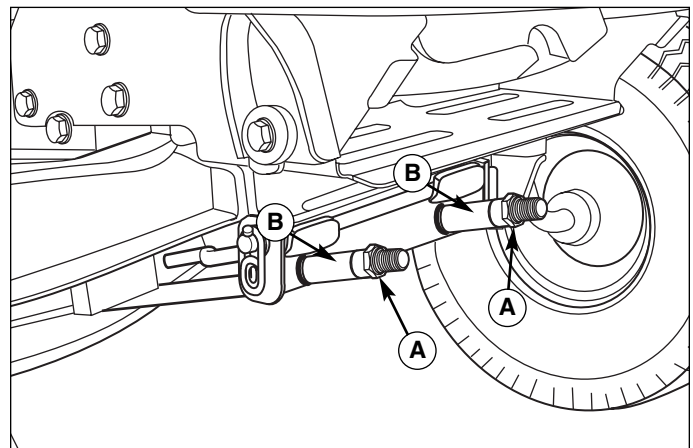

Figure 40. Mise de niveau transversale du carter de coupe
8. Pour relever l'avant du carter de coupe, serrer les écrous-freins (A, Figure 40) contre les entretoises (B). Pour relever l'avant du carter de coupe, serrer les écrous-freins (A). Les écrous-freins doivent être tournés de la même quantité des deux côtés pour